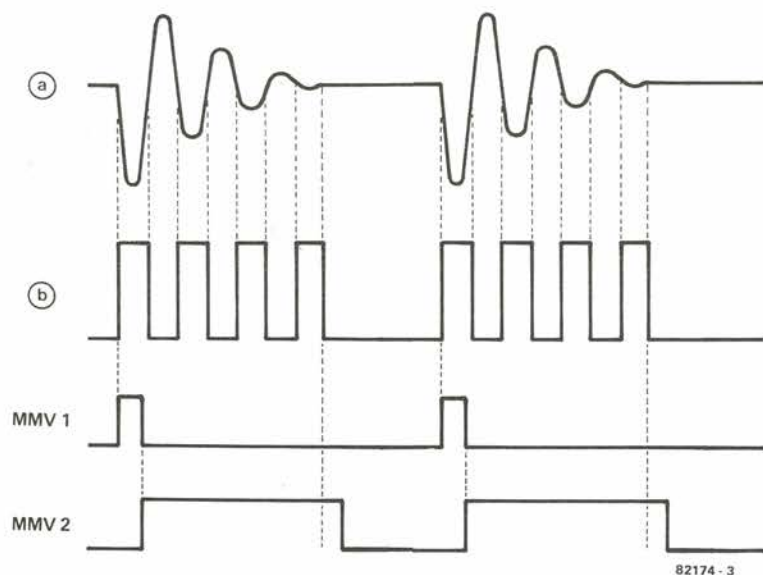

Figura 3. Segnali presenti ai vari punti del circuito:
P1 dovrà essere regolato in modo che questi caratteri possano essere correttamente letti dal nastro. Ciò potrà essere osservato sul display: le configurazioni che dovranno apparire su quest'ultimo sono pubblicate sulla figura 3 dell'articolo apparso il mese scorso, che riguardava il "software sofisticato". P1 sarà correttamente regolato quando la situazione mostrata nel secondo disegno della figura 3 apparirà stabilizzata, cioè quando il display non continuerà a saltellare tra le figure 1 e 2.
re del registratore a cassette, regolare poi il volume a mezza corsa: si accenderà il LED verde. Una volta raggiunta la sezione del nastro che precede i caratteri di sincronizzazione, apparirà sul display il gruppo di caratteri "1" della figura 3 dell'articolo sul software pubblicato il mese scorso. Questa scritta apparirà lampeggiante! Una volta completata la lettura dei caratteri di sincronizzazione, potrà essere finalmente tarato il PLL.
La figura 2 mostra la versione pratica del principio riassunto nello schema a blocchi (figura 1). I componenti necessari sono, in linea di massima, soltanto due circuiti integrati: IC1 contiene quattro amplificatori operazionali, dei quali solo tre sono utilizzati; IC2 contiene i due multivibratori monostabili. Il primo amplificatore operazionale serve da amplificatore per il segnale del tamburo proveniente dal trasduttore (altoparlante o microfono). Il guadagno è fissato ad un valore 10 mediante il circuito di controreazione R1/R2. Esso potrà essere variato mediante un potenziometro semifisso che sostituisca la resistenza R2. L'ingresso a bassa impedenza del circuito è predisposto per il collegamento di altoparlanti e di microfoni a bassa impedenza (dinamici oppure ad elettretti con convertitore di impedenza integrato). All'uscita di A1, due diodi (D1,D2) suddividono il segnale su due percorsi: uno per le semionde positive ed uno per le semionde negative. Le semionde negative sono applicate, tramite D1, ad un altro amplificatore A2 che, grazie al suo elevatissimo guadagno (100 x) è sovrapilotato e fornisce all'uscita impulsi ad onda quadra. Questi impulsi che appaiono all'uscita TR hanno un'ampiezza di +15 V mentre all'altra uscita TR la loro ampiezza sarà di +5 V. Questi livelli di gate sono adatti a pilotare tutti i normali sintetizzatori. Il fatto che, ad ogni battuta del tamburo, appare un intero treno di impulsi all'uscita di gate non causa normalmente alcun problema, perchè i generatori di involuppo del sintetizzatore partono esclusivamente al primo fronte positivo di impulso, sviluppando in seguito il loro involuppo senza essere influenzati dai successivi impulsi di trigger. Se ciò dovesse costituire però un problema, si potrà anche usare il segnale al piedino 9 oppure al piedino 13 di IC2 come impulso di gate a +5 V. Come illustrato nel diagramma degli impulsi di figura 3, in questi punti è presente un impulso di maggior lunghezza, che appare soltanto una volta ad ogni battuta di tamburo. IC2 è un doppio multivibratore monostabile TTL. Il primo monostabile parte in corrispondenza all'impulso proveniente dall'uscita TR +5 V che è collegata al piedino 10 di IC2. Questo primo monostabile eroga alla sua uscita (piedino 5) un breve impulso che manda in conduzione il transistor T1. Ciò provoca la scarica del condensatore C2 alla prima semionda del segnale del tamburo. Alla fine di questo impulso di scarica, T1 ritorna all'interdizione; il condensatore C2 è ora pronto ad essere caricato e riceve, tramite il diodo D2, la tensione di picco della successiva semionda positiva proveniente dall'uscita dell'amplificatore di ingresso. D2 evita che il condensatore si scarichi e la tensione viene mantenuta costante fino alla successiva battuta del tamburo. L'alta impedenza di ingresso dell'amplificatore operazionale A3, che è utilizzato come buffer per il condensatore C2, garantisce un'adeguata stabilità allo stadio di memorizzazione. Una tensione di controllo bufferizzata (CV) è presente all'uscita di A3.